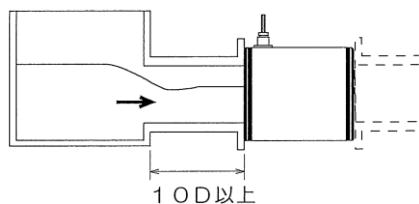

図3. 上流に深いピットなどがある場合
- (c)上流に、ピットなど流体が一旦滞留する場所がある場合。図3.